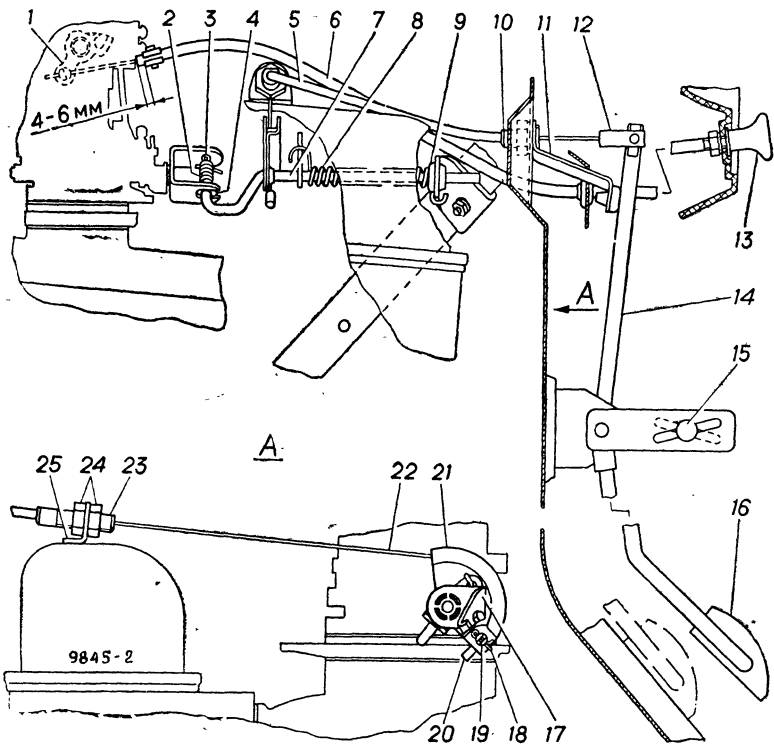

Рис. 5. Привод дроссельных заслонок:
Управление дроссельными заслонками карбюратора осуществляется педалью 16 (рис. 5) при помощи тросика 22, скользящего в пластмассовой трубке 5 и соединенного с сектором 21 промежуточной тяги 7 привода рычага оси дроссельных заслонок.
7. Убедиться в плотном прилегании упора рычага дроссельных заслонок к упорному винту 1 (см. рис. 4) дроссельных заслонок. При необходимости обеспечить плотное прилегание, отрегулировав натяжение тросика 22 перемещением наконечников 23 (см. рис. 5) трубки в кронштейне 25 с помощью гаек 24.